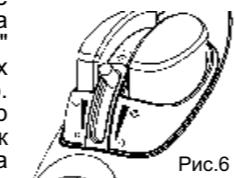

Рис.6
5. Установите кнопку терморегуляции в желаемое положение в зависимости от типа ткани, а регулятор подачи пара установите в положение "↑" («Пар») (Рис.6), и после этого из выпускных отверстий на подошве утюга начнет выходить пар. Во время процесса глахения с паром, индикатор питания может изменяться от мигающего к стабильному. Это считается нормальным. Причина этому есть то, что в приборе автоматически срабатывает предохранение от перегрева.
6. При установке кнопки терморегуляции в положение "1" или "2", парообразование не будет происходить из-за слишком низкой температуры подошвы, что не может способствовать образованию пара. Рис.6